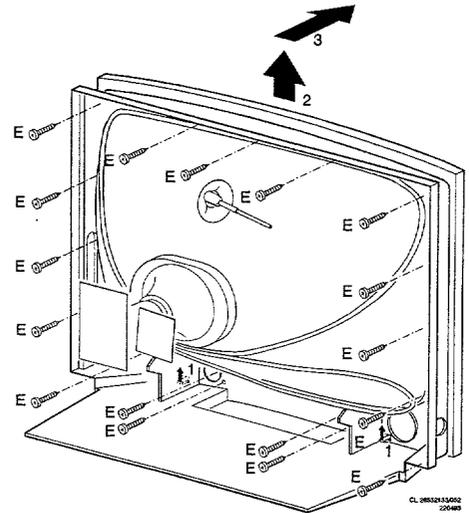

Fig.7
5. Retirar la máscara de FL2 (fig. 7)